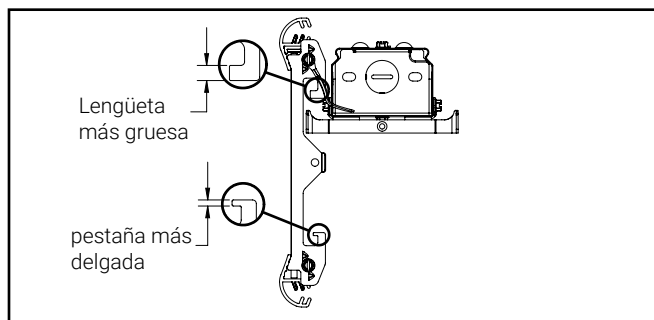

Figura 3.1
B. Mantenga el conjunto de la guía de ondas vertical, asegúrese de que el extremo con la lengüeta más gruesa esté por encima del soporte de la bisagra del canal. El soporte de la guía de ondas con la lengüeta más gruesa también tendrá el cable de seguridad instalado al lado. (Figura 3.1)